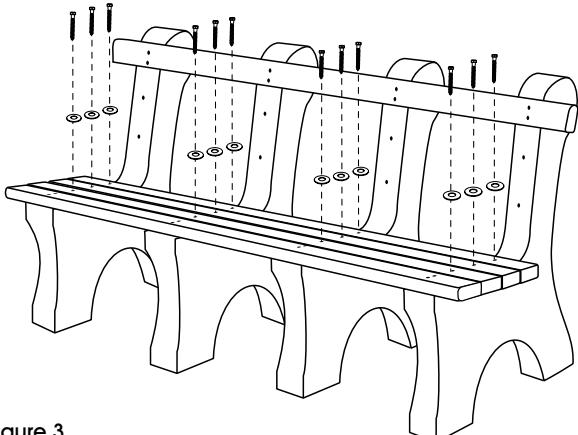

Figure 3
5. Alignez trois planchettes à un trou sur les trous prépercés de la partie siège des bases de banc. Fixez-les lâchement à l'aide des vis tire-fonds de 3 1/2 po, des rondelles, de la perceuse et de la douille tournevis de 7/16 po (Serrez les vis plus tard à l'étape 7). (Voir Figure 3)